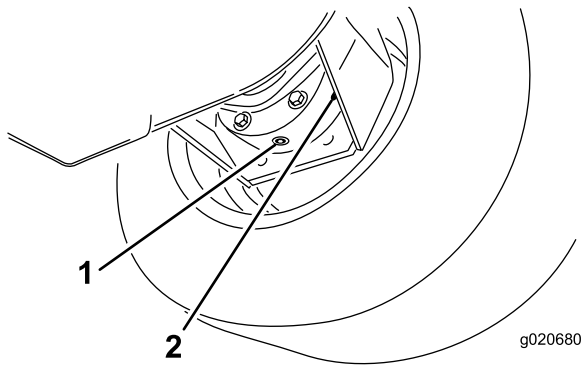

Bild 60
3. Stellen Sie eine Auffangwanne unter das Bremsgehäuse, entfernen Sie die Ablassschraube und lassen das Öl ablaufen (Bild 60).